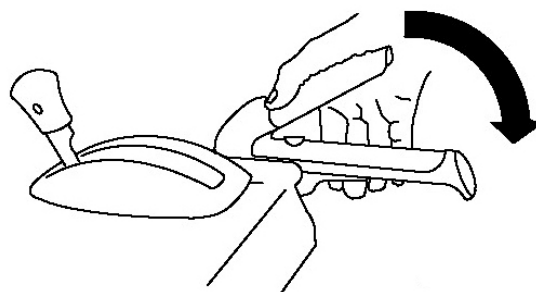

Рисунок 29
1. Чтобы запустить шнек/крыльчатку, прижмите правой рукой рычаг привода шнека/крыльчатки в рукоятке (Рис. 29).